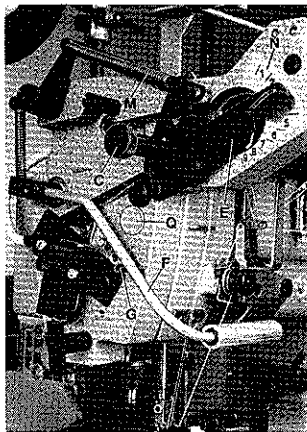

Fig.56
Loosen thumb screw (C, Fig.56) and relocate lever (E) until actuating lever (F) contacts roll pin (G). Retighten thumb screw (C).
Lösen Sie die Rändelschraube (C, Fig.56) und stellen den Kulissenhebel (E) so, daß der Schaltbügel (F) an der Spannhülse (G) anliegt. Ziehen Sie die Rändelschraube (C) an.
The tension is adjustable for accommodation to the different applications and sewing operations. For even flat sewing operations lever (E, Fig.56) should be set towards "0" on scale (N), while for ruffling operations it has to be set towards "9". For adjustment loosen thumb screw (C) and position lever as required. Retighten thumb screw.
HINT: For attaching harder, less elastic tape a stronger tension spring (M, Fig.56) is furnished with the accessories of the machine.
Die Spannung ist, zur Anpassung an die unterschiedlichen Anwendungen und Näharbeiten, einstellbar. Für glattes Nähen wird der Kulissenhebel (E, Fig.56) auf der Skala (N) gegen "0" gestellt, während er zum Rüschen gegen "9" gestellt werden muß. Lösen Sie zur Einstellung die Rändelschraube (C) und verstellen Sie den Hebel entsprechend. Ziehen Sie die Rändelschraube wieder an.
HINWEIS: Zum Annähen von härterem, weniger elastischem Gummiband wird eine stärkere Zugfeder (M, Fig.56) im Zubehör der Maschine mitgeliefert.